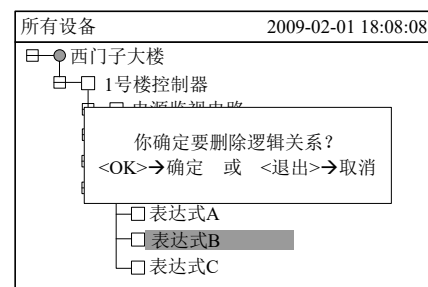

图 25-6
6. 在步骤 3 如选择“删除逻辑关系”系统则弹出确认窗口（图 25-6），若选择“OK”，则该逻辑关系被删除。若选择“退出”，则放弃此操作。此操作为临时性的，需重复上述步骤 5 长期保存配置。